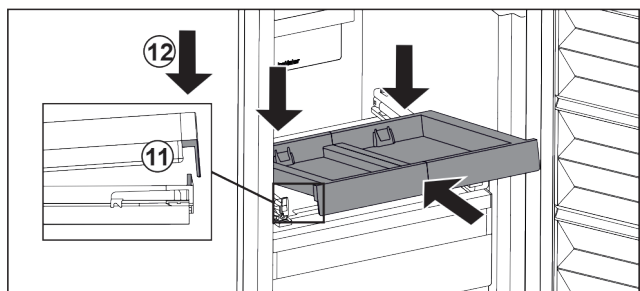

Fig. 122
- ▶ Вставьте, наклоняя вниз. Обратите внимание на то, чтобы на обеих сторонах упор был за накладкой. Fig. 122 (11)
- ▶ Снимите выдвижную панель спереди. Fig. 122 (12)